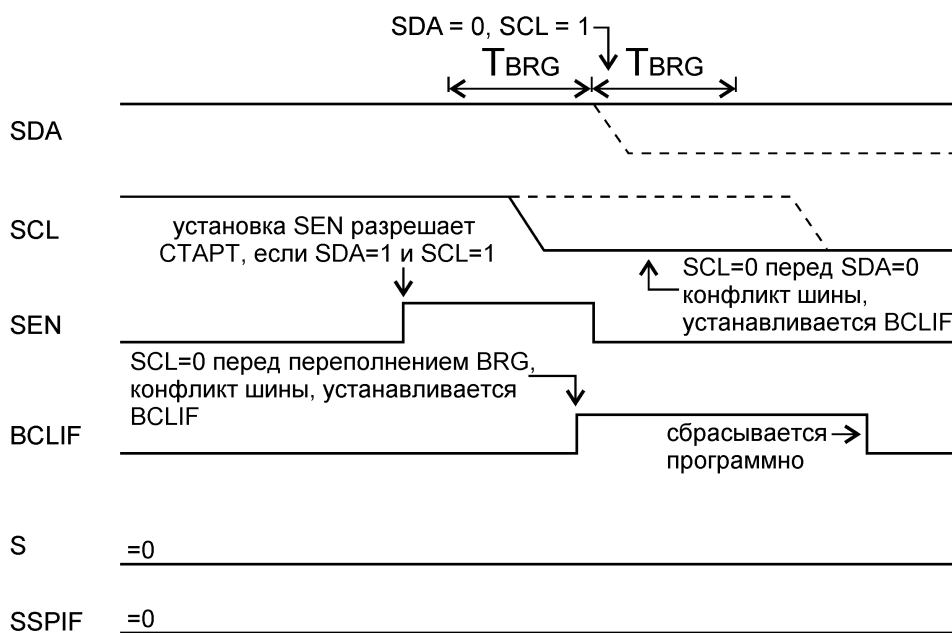

Рисунок 77 – Конфликт шины во время формирования состояния «СТАРТ» (SCL=0)
2. на SCL низкий уровень появляется раньше, чем на SDA (см. Рисунок 77)